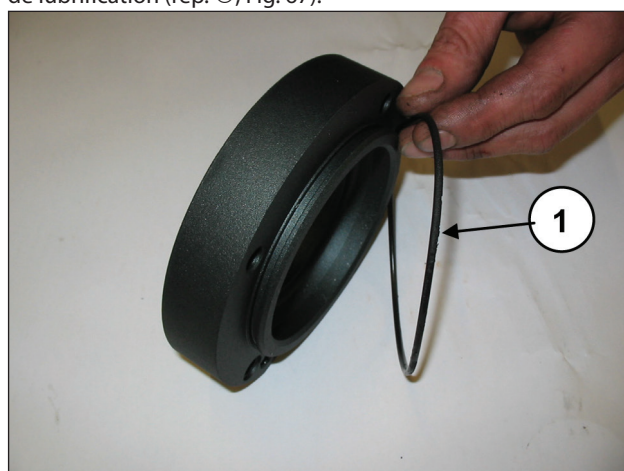
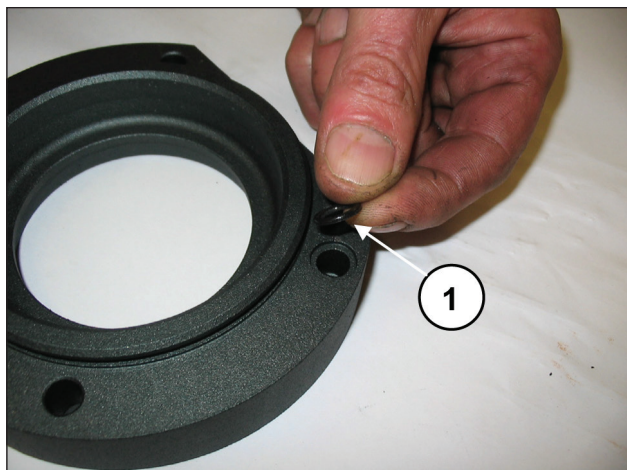

Fig. 66
Fig. 67
Placer sur les caches roulement de la prise de force le joint torique extérieur (rep. ①, Fig. 66) et le joint torique de l'orifice de lubrification (rep. ①, Fig. 67).